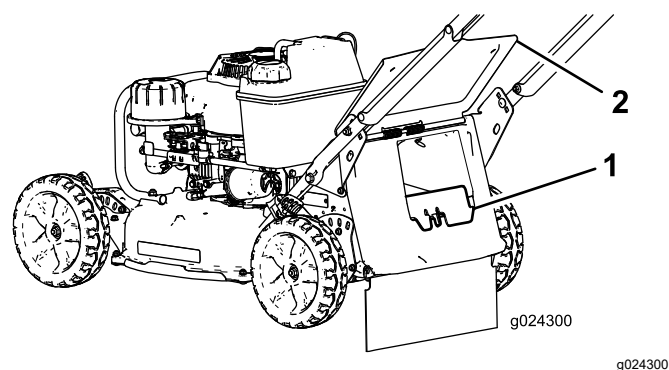

Figure 21
volet arrière, et insérez-le dans la goulotte arrière jusqu'à ce que le verrou s'enclenche; voir Figure 21.
3. Retirez l'obturateur d'éjection arrière en appuyant sur le verrou avec le pouce et en tirant l'obturateur hors de la machine (Figure 21).